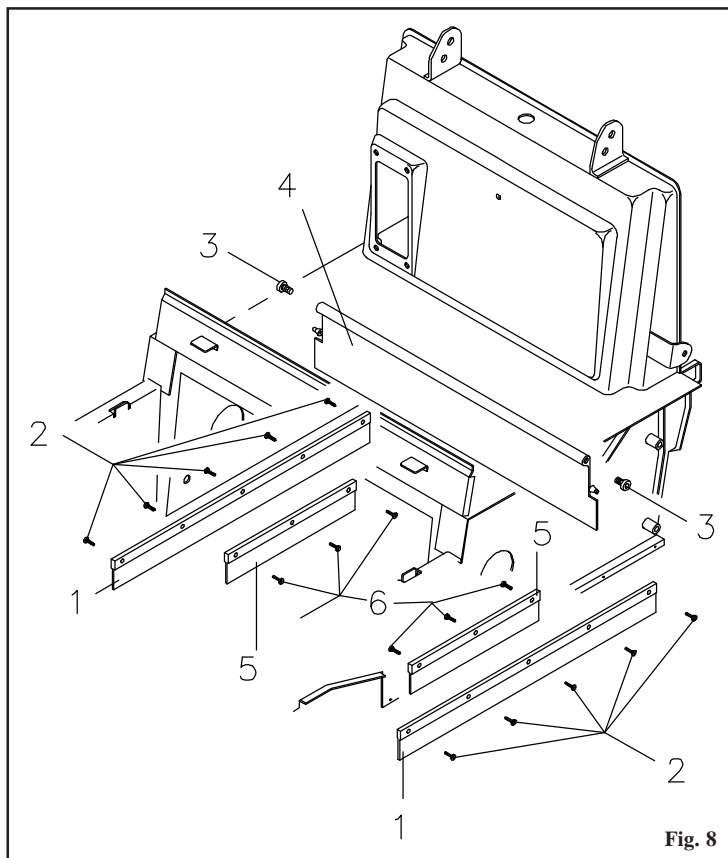

Fig. 8
För att byta sidoskydden **pos. 1 Fig. 8** ta bort bakhjulen och motsvarande sidohöljen. Skruva loss fästskruvarna som fäster skydden till ramen **pos. 2 Fig. 8** och byt ut dem med nya.
För att byta de invändiga sidoskydden **pos. 5 Fig. 8** lyft maskinens framdel och skruva loss skruvarna **pos. 6 Fig. 8** som fäster skydden till ramen. Byt dem med de nya.
- Skruva loss skyddets två fäststift **pos. 3 Fig. 8** på sidorna av ramen.
- Ta tag i och dra skyddet **pos. 4 Fig. 8** innåt maskinen.